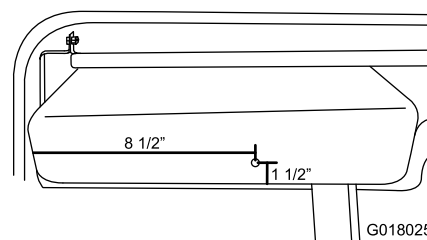

Figura 21
- Praticate un foro ($\frac{5}{16}$ ") nel vano portaoggetti a una distanza di 216 mm a sinistra e 38 mm dal fondo (Figura 21).